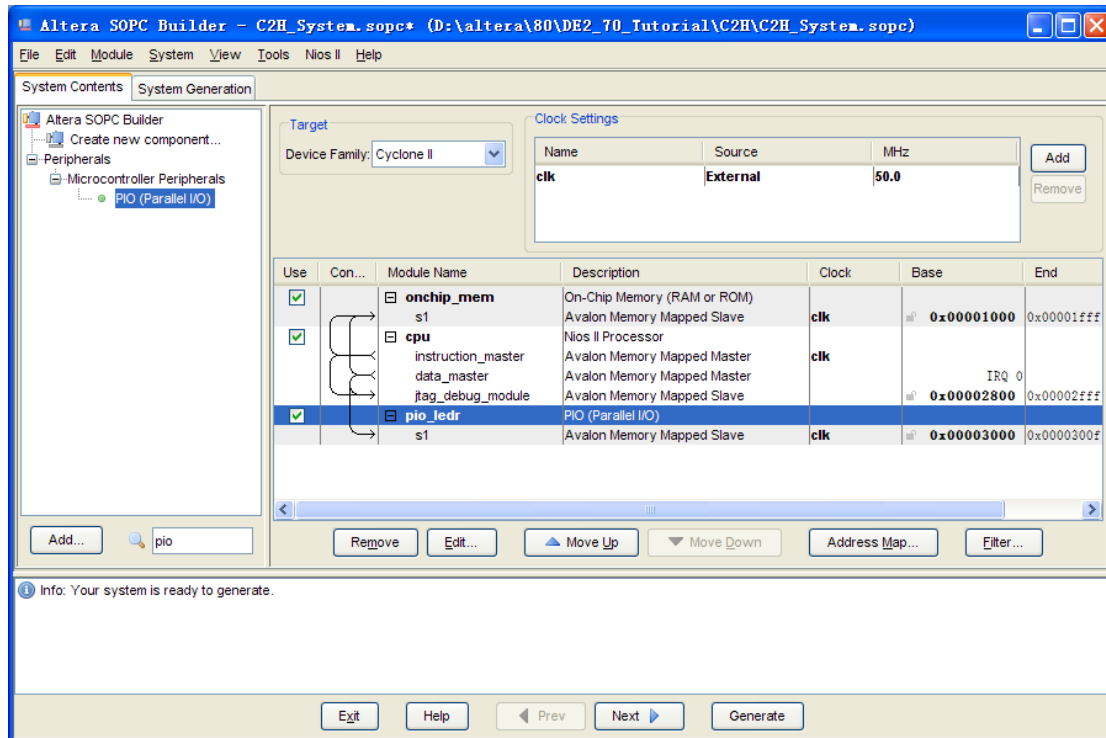

图 8-2 完成的 SOPC 工程
7. 选择菜单项 System -> Auto-Assign Base Addresses 去除基址错误。如图 8-2。